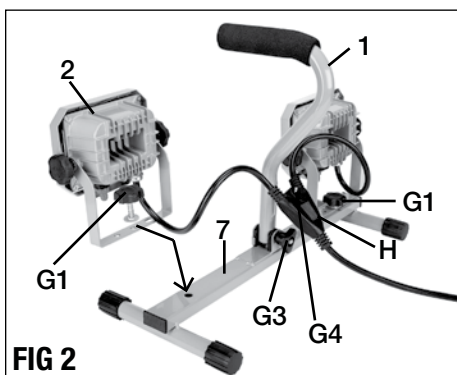

FIG 2
CONEXIÓN DE LAS CABEZAS DE LAS LUCES DE TRABAJO EN EL PEDESTAL (FIG 2)
1. Coloque el pedestal (7) sobre una superficie plana.
2. Gire la asa de transporte (1) hacia arriba. Apriete la perilla de bloqueo de la asa (G3) para fijarla en su lugar.
3. Use las perillas de traba (G1), las arandelas planas y las arandelas de resorte para sujetar ambas cabezas de las luces de trabajo, en las partes laterales del pedestal según se muestra en la FIG 2.
4. Colgar el divisor de cable de alimentación (H) al gancho (G4).